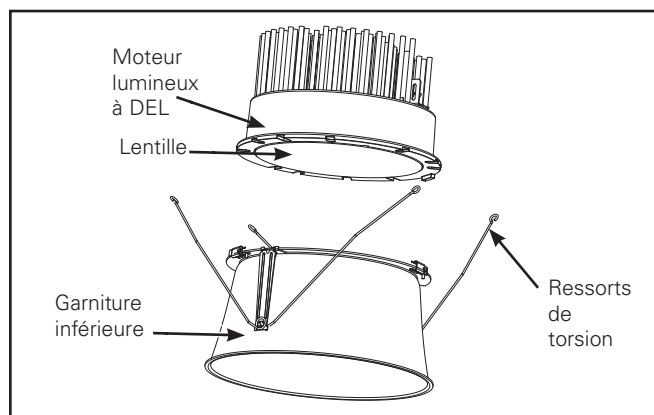
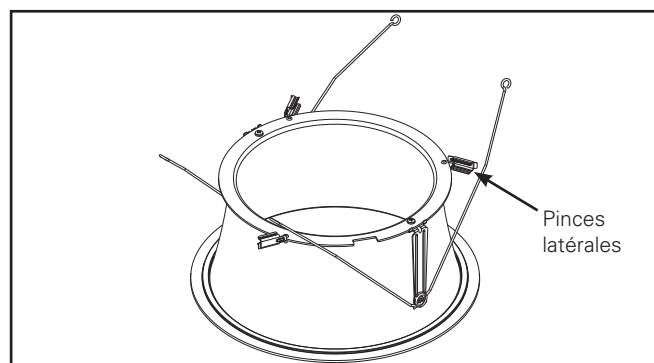

Figure 2. Assemblage de la garniture inférieure
Figure 3.
1. Retirez le réflecteur de son emballage de protection. Retirez et jetez la garniture annulaire de plastique. Retirez le moteur lumineux à DEL de son emballage de protection (Figure 2). Tournez les pinces latérales (3) vers l'extérieur (Figure 3).